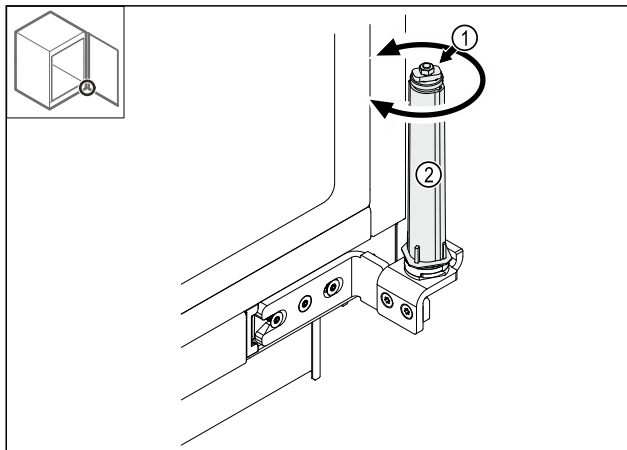

Fig. 38
- Schroefverbinding Fig. 38 (1) van het sluitsysteem niet demonteren.
- Sluitsysteem Fig. 38 (2) draaien, tot deze vastklikt.